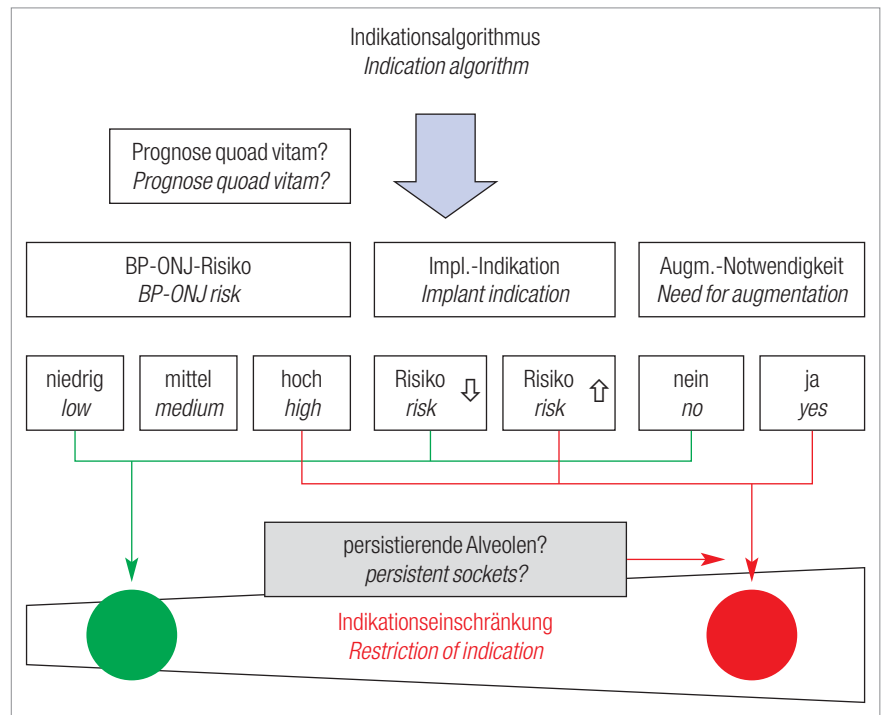

Abb. 7: Grafische Darstellung zur Indikationsstellung einer Implantation bei Bisphosphonatmedikation (Grötz et al. 2010).
3. die Frage der Notwendigkeit augmentativer Maßnahmen. Hierbei soll die Grafik von Abbildung 7 helfen, den Indikationsalgorithmus zu verdeutlichen. Die Grafik kann insbesondere bei Patienten, die vor der Implantation über eine lange Zeitdauer mit Bisphosphonaten behandelt wurden, hilfreich sein.